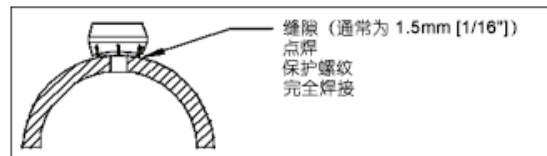

图 3：焊接缝隙
- 确保正确的焊接缝隙（通常为 1.5mm [1/16"]），通过点焊将螺纹连接焊接座固定到位（如图 3 所示）。